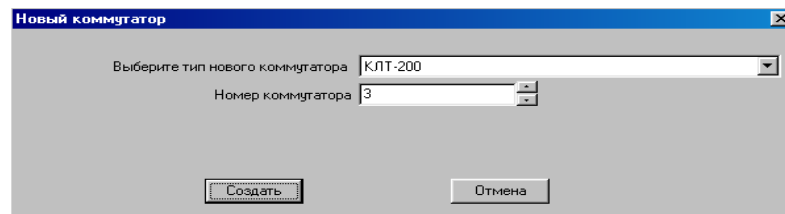

Рисунок 17
3.3.2 Для ввода (корректировки) данных по коммутаторам, выполнить следующие действия. В закладке «Технические средства» установить маркер на требуемый номер ретранслятора (УТОИ через модемы, виртуальная АТС для связи с GSM, ретранслятор Ethernet) и нажать кнопку «Подключить коммутатор» (рисунок 17). В зависимости от типа ретранслятора, программа предложит выбрать соответствующий коммутатор: для ретранслятора «УТОИ через модемы» - КЛТ, для ретранслятора «виртуальная АТС связи с GSM-модулями» - GSM модуль, либо группа GPRS приборов (виртуальный коммутатор,